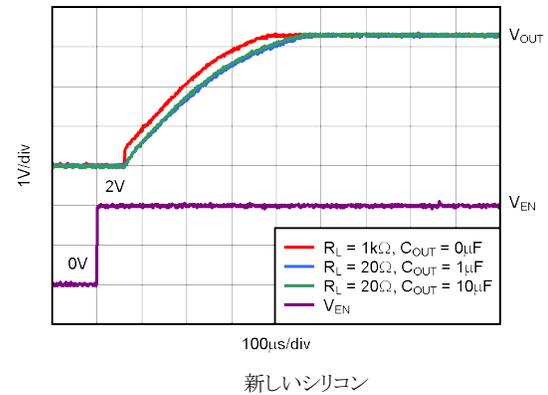

図 5-40. TPS73633 のターンオン応答
イネーブルピン (EN) はアクティブ High であり、標準の TTL-CMOS レベルと互換です。 $V_{EN}$  が 0.5V (最大値) 未満になると、レギュレータはオフになり、GND ピンの電流は約 10nA にまで低下します。EN ピンを使用してレギュレータをシャットダウンすると、すべての電荷がパストラジスタのゲートから除去されます。 $V_{EN}$  が 1.7V (最小値) を超えるとレギュレータはオンになり、出力は制御された  $V_{OUT}$  に戻ります (詳細は 図 5-40 を参照)。